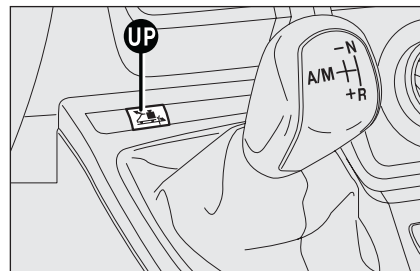

fig. 4
- la deuxième complètement automatique (**AUTO**), dans laquelle le système décide quand effectuer le changement de vitesses. Avec cette logique il est possible d'utiliser la fonction **UP** (fonction routes difficiles) qui permet d'effectuer des changements de vitesses à des régimes plus hauts afin d'aborder aisément des routes à grandes pentes avec tout type de charge. Pour insérer cette fonction, appuyer sur le bouton **UP**- fig. 4 situé entre les commandes sur le tableau de bord. La sélection de vitesse et de logique de fonctionnement (**MANUAL** ou **AUTO**) est effectuée en agissant sur le levier de commande à n'importe quelle vitesse.
Pour activer la fonction **UP**, appuyer sur le bouton **UP** - **fig. 4**, situé parmi les commandes de la planche de bord. Lorsque cette fonction est activée, le témoin  (vert) s'éclaire sur le combiné de bord, en même temps qu'un message de confirmation s'affiche sur l'écran multifonction reconfigurable (voir paragraphe suivant).